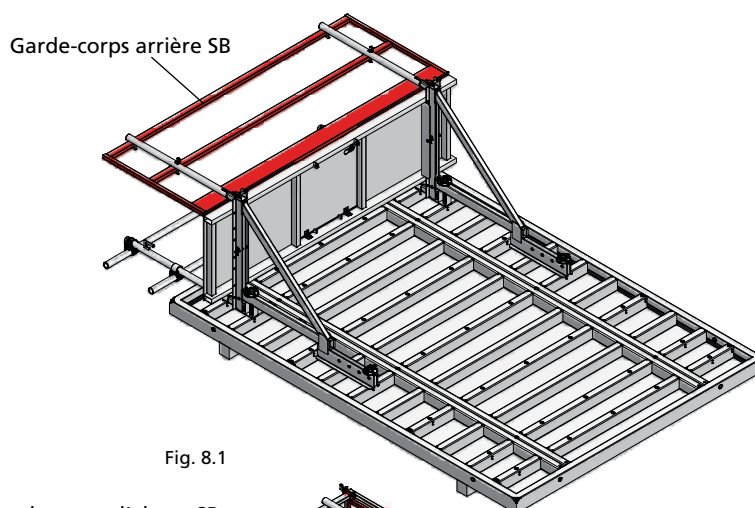

Fig. 8.1
5. Monter le garde-corps arrière compatible avec le coffrage de voiles (fig. 8.1, pages SB-4 et SB-5) sur les potelets protection arrière SB.